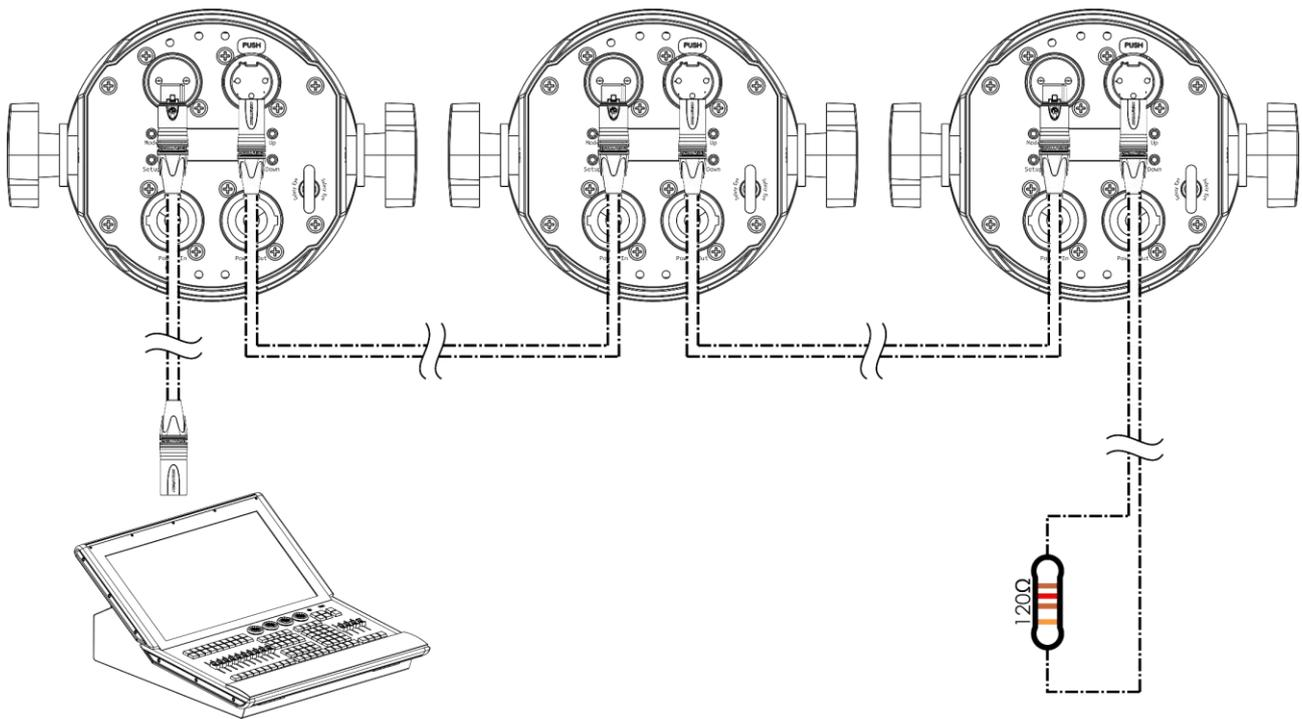

Fig. 10
- 03) Ripetere il passo 2 per collegare tutti i dispositivi in un collegamento in serie, come mostrato nella Fig. 10.